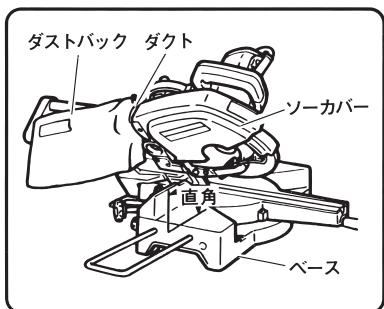

図 38
(1) ダストバック内に切りくずがいっぱいになると、手前に切りくずが飛散します。いっぱいになる前にダストバックより切りくずを取り除いてください。
(2) 傾斜切断の際は、図38のようにベース面とほぼ直角になるようダストバックを取付けてご使用ください。